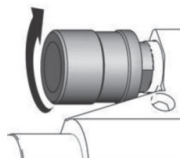

Figura 8 – Regulando la presión
1. *Coloque el regulador de la presión (3) en el valor más bajo (figura 8);*